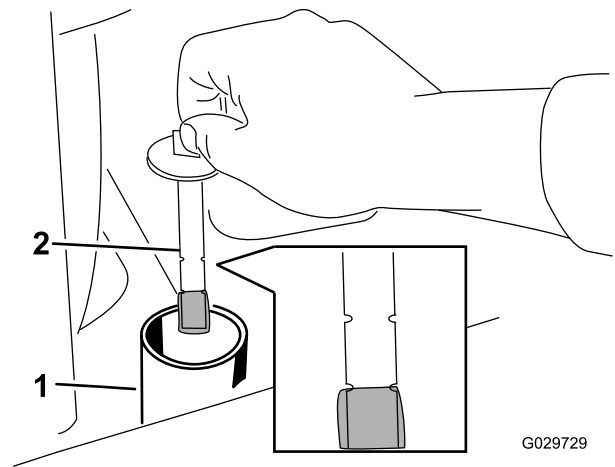

Figura 65
8. Retire el tapón del cuello de llenado y compruebe el nivel de fluido en la varilla (Figura 65).